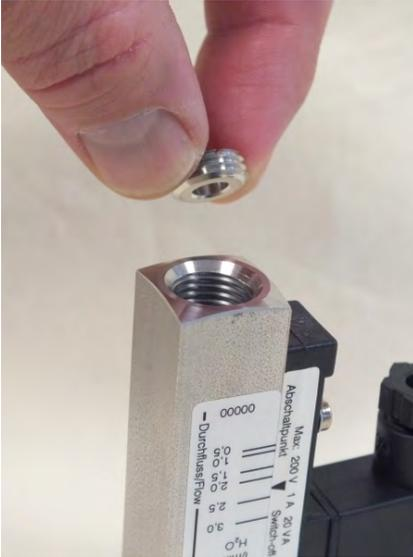

Abb. 42: Gewinding (Eingang) entnehmen
8. ➔ Gewinding (Eingang) herausdrehen und vom Gerätekörper nehmen (Abb. 42)